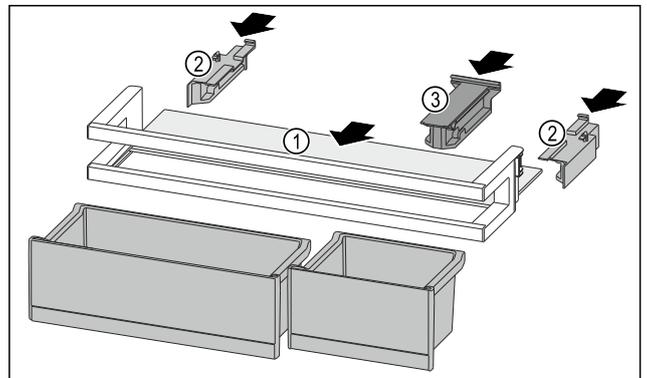

Fig. 88
- ▶ Împingeți în interior raftul Fig. 88 (1) în degajările laterale.
- ▶ Introduceți piesele laterale Fig. 88 (2).
- ▶ Introduceți piesa de susținere Fig. 88 (3).